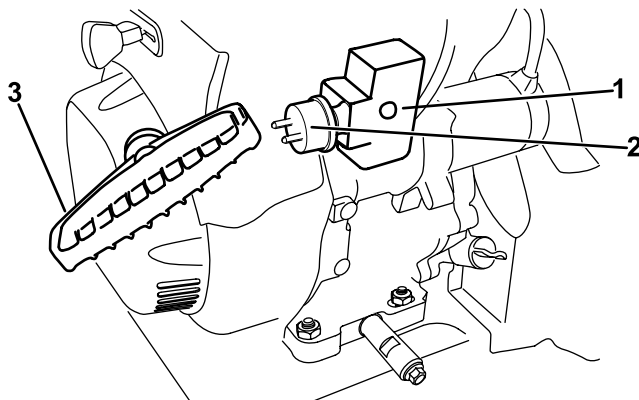

Figure 24
7. Démarrez la machine en tirant sur le lanceur ou en appuyant sur le bouton du démarreur électrique (Figure 24).